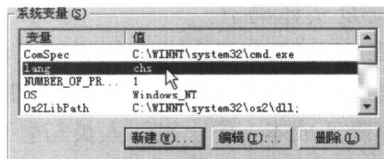

图 1-4 “系统变量”添加后界面
④ 单击【确定】按钮，完成系统变量“lang”的添加，如图 1-4 中箭头所示。